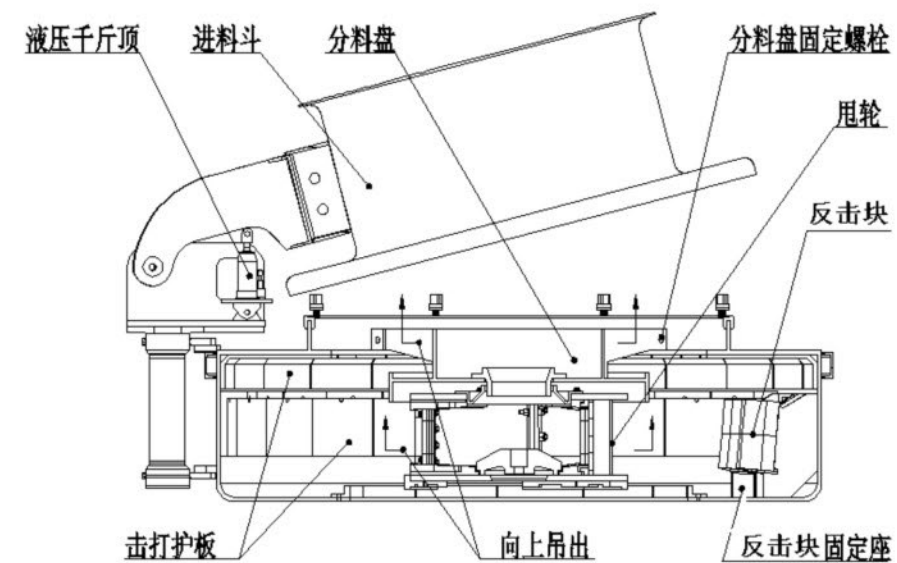

图11-1 内部零部件的拆卸
- 2.松开上盖固定螺栓，（参见图11-1）手动液压千斤顶将进料斗顶起，转动料斗离开机壳后将其固定使之不能自由转动。
11.2 破碎腔周边反击块、击打护板的更换（参见图11-1）